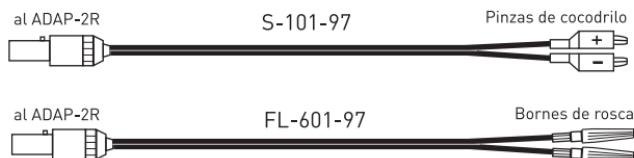

Fig. 11: Cable desecharable de Remington Medical Inc. (sólo EEUU)
- **El cable adaptador ADAP-2R** es un cable reutilizable para conectar cables desechables según la fig. 11 (sólo para EEUU) al Reocor D (usar adaptador Redel).